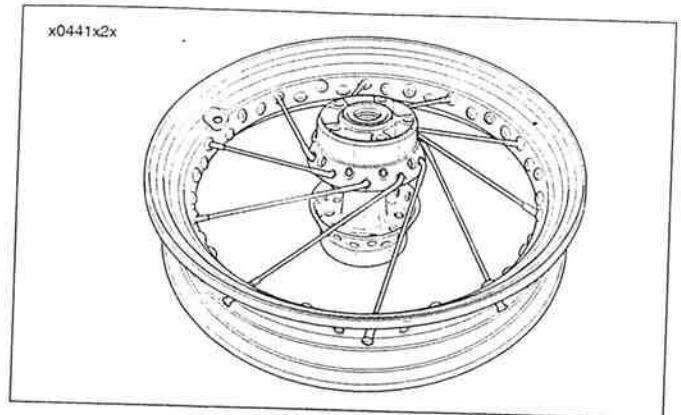

Figura 2-23.
3. Vea la Figura 2-23. Instale los rayos restantes de la fila inferior en cada cuarto agujero.